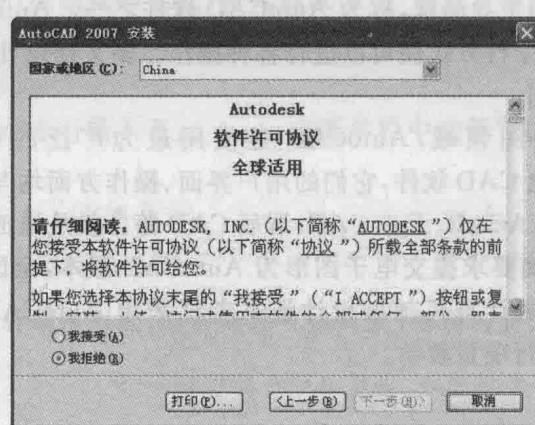

图 1-4 许可协议界面
(3)在弹出的接受许可协议界面中选择“我接受”单选框,单击“下一步”按钮继续安装。如图1-4所示。